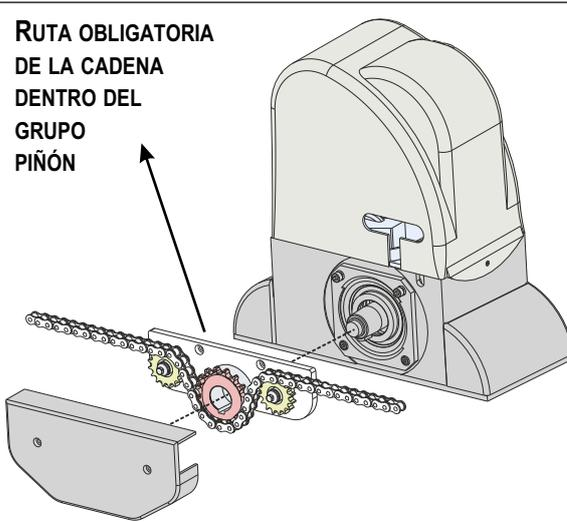

Fig. 21
7.4. Instalar la cadena en el tensor de cadena a una extremidad de la cancela, pasarla a través de la unidad de piñón como se muestra en la Fig. 21 y engáncharla al tensor de cadena en la extremidad opuesta.